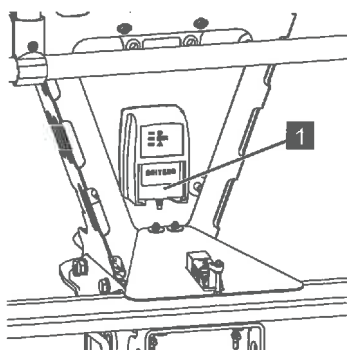

Abb. 204
4. Geladenen Batterie (Abb.204/1) aus dem Ladegerät entnehmen und leere Batterie einsetzen.